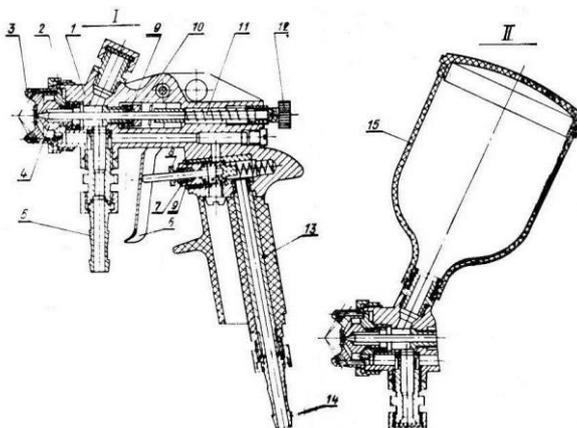

Рис. 1 Краскораспылитель пневматический СО-71В
- 5.1. Краскораспылитель СО-71В (рис. 1) может работать с красконагнетательным баком или со съемным наливным бачком.